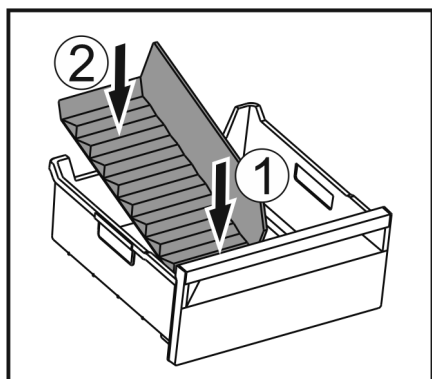

Fig. 212
- Vorderen Teil des Eisfach-Trenners einsetzen. Fig. 212 (1)
- Hinteren Teil des Eisfach-Trenners bis zum Schubfachboden absenken. Fig. 212 (2)